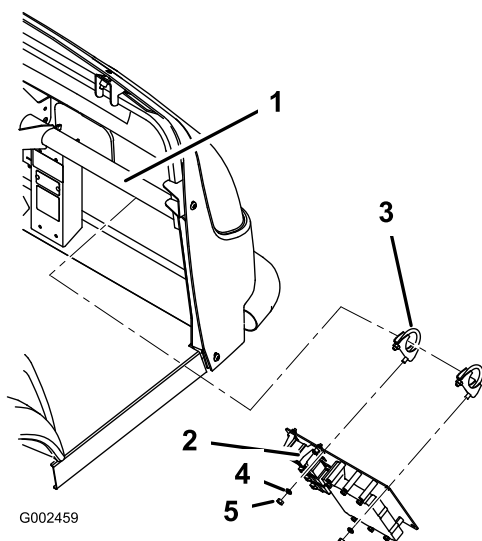

Figura 11
- C. Para o sistema de pulverização Workman 200, instale a placa de montagem utilizando 2 cavilhas em U de parafusos (5/16 x 3/4 polegada) 2 nuts (5/16 polegada) e 2 anilhas de segurança (5/16 pol.) como se mostra em Figura 11.